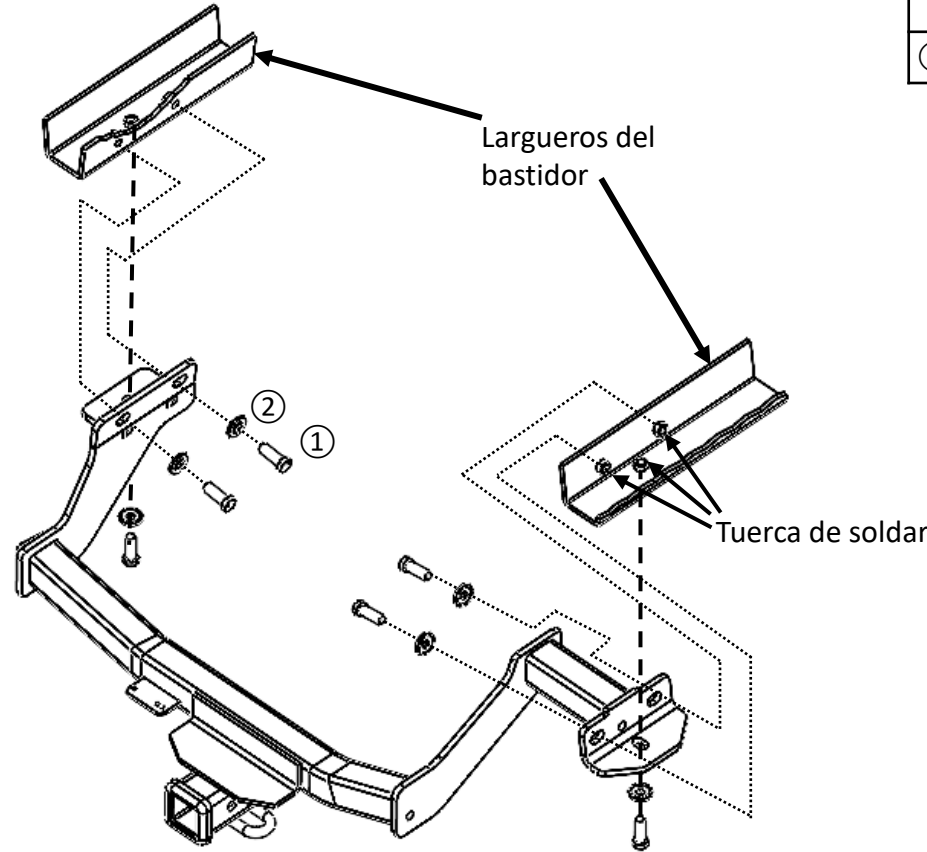

Figura 1
- Instalar el enganche:** Usar un cepillo metálico para limpiar las tuercas de soldar, si es necesario. Levantar el enganche a su posición e instalar sin apretar las arandelas cónicas ② y el perno hexagonal ① al enganche, consultar la Figura 1.
4. Instalar el enganche: Usar un cepillo metálico para limpiar las tuercas de soldar, si es necesario. Levantar el enganche a su posición e instalar sin apretar las arandelas cónicas ② y el perno hexagonal ① al enganche, consultar la Figura 1.